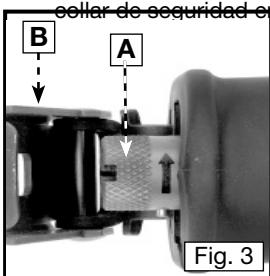
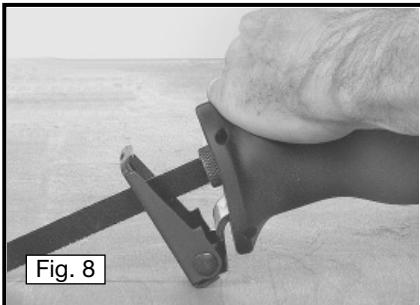

Fig. 3
Fig. 8
1. Hay que tener el árbol alternativo (eje de vaivén) totalmente extendido para permitir entrada al collar de seguridad de la segueta (A) Fig. 3, de Quik-Change™. Si es necesario, apriete ligeramente el gatillo para mover el árbol alternativo hasta su posición extendida (como está ilustrado en la Fig. 8).
2. Gire la zapata de guía (B) Fig. 3, hacia adelante para aumentar la entrada al seguro de segueta.
2. Agarre firmemente la sierra. Apriete el gatillo (interruptor) (A) Fig. 8, para poner el motor en marcha. Suelte el gatillo para parar el motor.